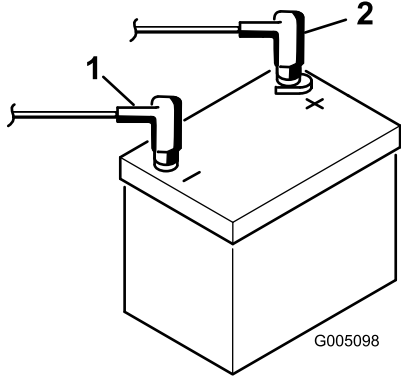

图7
9. 使用螺栓和螺母将正极（红色）接线连接到正极（+）电池端子，负极（黑色）接线连接到负极（-）电池端子（图7）。将橡皮套滑动到正极电池端子上，防止可能发生的短路情况。